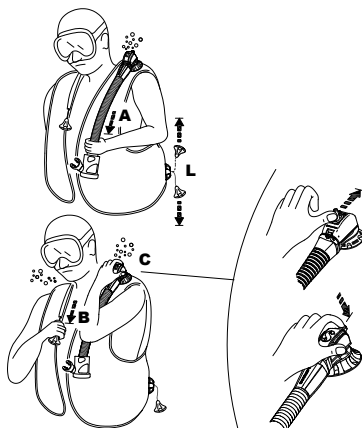

fig. 7
- a. puxe delicadamente o conjunto da traqueia (fig. 7 - A).
- b. Empurre o fundo com saliência para fora da caixa da válvula (fig. 7 - C) (Patenteado): este sistema poderia ser útil também para purgar ar de um outro mergulhador com problemas (pânico, mergulhador principiante, em caso de perda de sentidos, etc.).
- A Válvula dupla de descarga manual SCUBAPRO® (Patenteada) apresenta um botão manual de segurança que libera o ar quando pressionado (Fig. 7-C), em caso de falha do Sistema manual de descarga (cabo quebrado, pino quebrado, etc.) ou quando estiver respirando de um Air 2.
Válvula ombro (fig. 7-B)
A válvula no ombro direito, se estiver presente, é ativada puxando-se suavemente o punho que está conectado à válvula através de um cordão (fig. 7-B). Para operar qualquer um dos tipos de válvula de descarga, oriente a válvula para uma posição superior à da bolha de ar no Colete. Ative a válvula de descarga até obter a flutuabilidade pretendida. Não puxe/ pressione mais para fechar a válvula (fig. 7-B).
Válvula de esvaziamento inferior (fig. 7 - L)
os dispositivos de esvaziamento com um fluxo máximo de gás são a válvula ombro fig. (7-B) e a válvula inferior (fig 7-L).